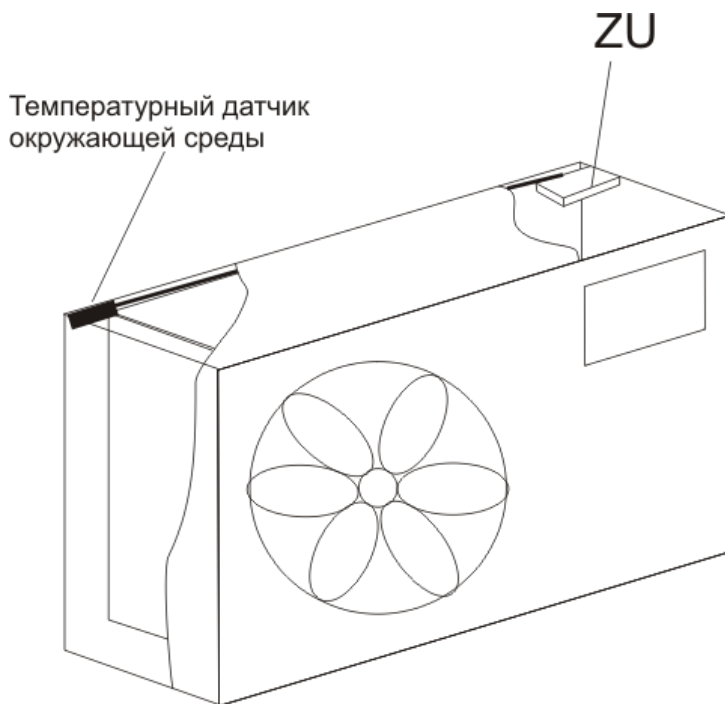

Рис.2. Монтаж датчика температуры окружающей среды
6.3. Датчик температуры окружающей среды (пластмассовый) установить на корпусе наружного блока в верхнем углу (см. рис.2).